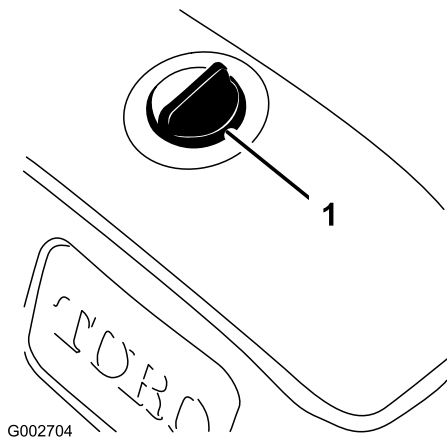

図 15
3. 異物をタンクに入れないよう、油圧オイルタンクのキャップ取り付け部周辺をウェスできれいに拭く（図 15）。